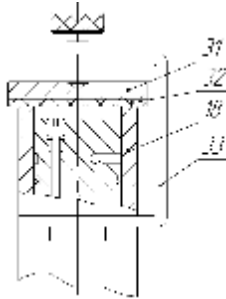

Рисунок 10 – Проверка герметичности
- заглушить сопло калибратора давления, прижав к срезу сопла (поз. 18, рис. 10) пластину (поз. 31) с резиновой прокладкой (поз. 32) с помощью специального приспособления (поз. 33) (входит в комплект поставки);
ВНИМАНИЕ: ПОСЛЕ ОКОНЧАНИЯ ПРОЦЕДУРЫ ПРОВЕРКИ ГЕРМЕТИЧНОСТИ, ВО ИЗБЕЖАНИЕ ПОВРЕЖДЕНИЯ МАНОМЕТРА, ПЛАВНО СБРОСЬТЕ ДАВЛЕНИЕ ИЗ КАЛИБРАТОРА ОСЛАБЛЯ ПРИЖАТИЕ ПЛАСТИНЫ (ПОЗ. 31, РИС. 10) ПРИСПОСОБЛЕНИЯ ДЛЯ ПРОВЕРКИ ГЕРМЕТИЧНОСТИ.